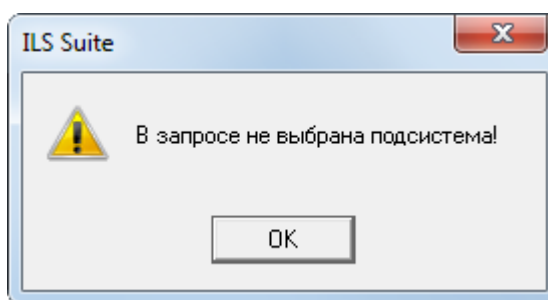

Рис. 7-20 – Предупреждающее сообщение
5) Список параметров формируется в зависимости от выбранного значения в поле «Подсистема» для запроса. В том случае, если значение в поле «Подсистема» запроса не выбрано, появится предупреждающее сообщение (рис. 7-20).